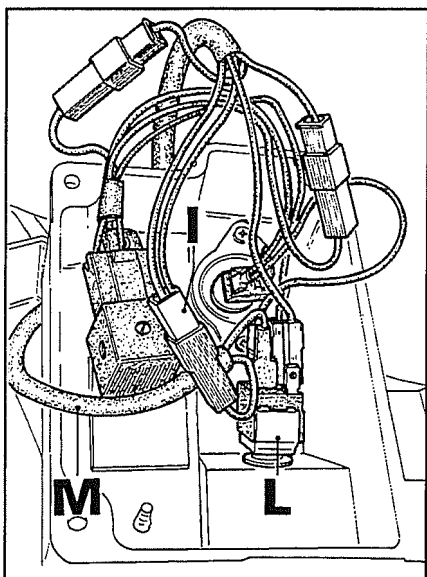

Fig. 38
5. Collegare il cablaggio **M** fig.38. Per far ciò occorre scollegare il doppio cavo marrone a pallini neri **I** dall'interruttore di comando salita/discesa **L**, quindi collegare i due cavi del suddetto cablaggio con un cavo all'interruttore **L** e l'altro cavo al doppio cavo **I**.